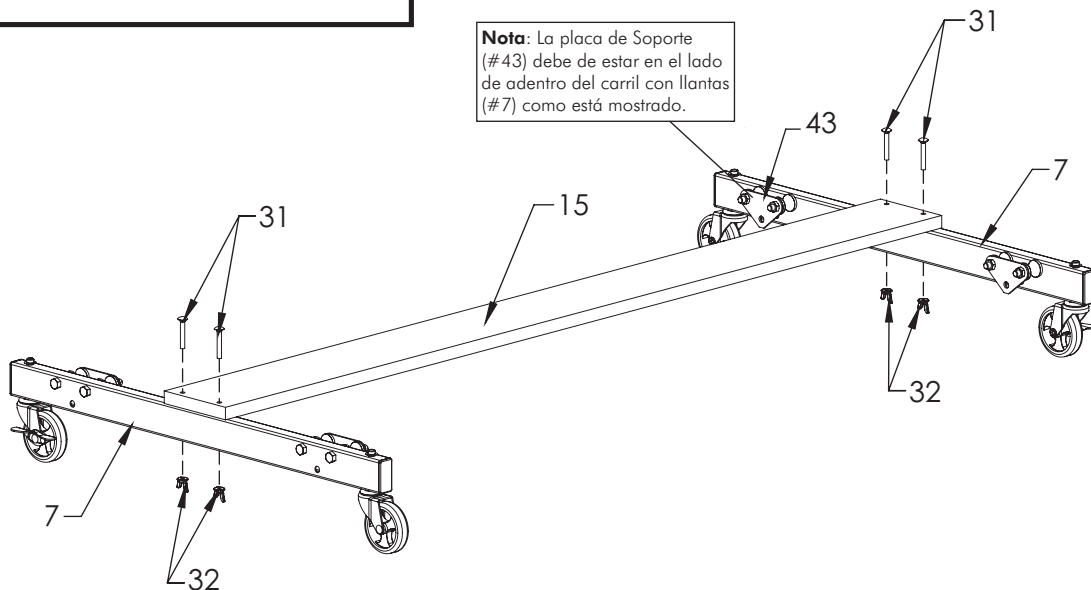

Figura 1
1. Una la Tabla Inferior (#15) a el Carril con Lantas (#7) como esta mostrado en la **Figura 1**. Voltee los Carriles como están ilustrados y una la Tabla Inferior con los cuatro Tornillos de Carruaje (#31) y las cuatro Tuercas de Mariposa (#32). Atornille las tuercas asegurándose que estén apretadas y seguras.
2. Afloje las tuercas de mariposa (# 32) adjuntas a los tornillos (# 31) con el fin de crear suficiente espacio para alinear las dos mitades de la mesa. Ver Figura 1.